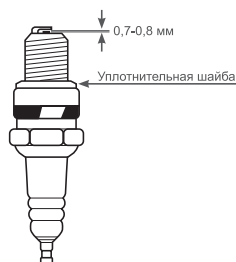

Рис. 15 Зазор между электродами свечи зажигания
4. Измерьте зазор между электродами свечи зажигания специальным щупом. Зазор должен быть $0,7-0,8$ мм (Рис. 15). При увеличении, или уменьшении требуемого зазора, рекомендуется заменить свечу, так как регулировка зазора может привести к изменению качества искрообразования.